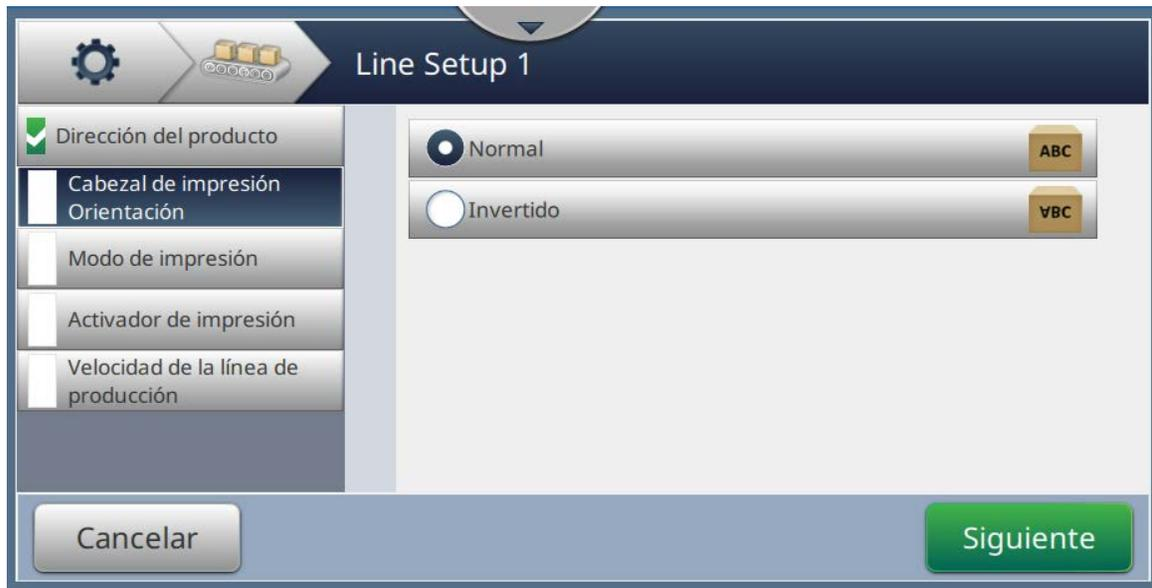

Figura 6-30: Configuración de línea: Cabezal de impresión Orientación
1. Seleccione la orientación del cabezal de impresión, como se muestra en la Figura 6-30.